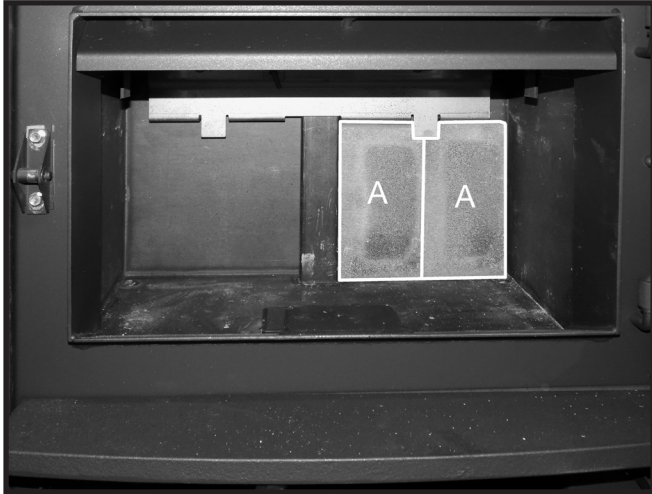
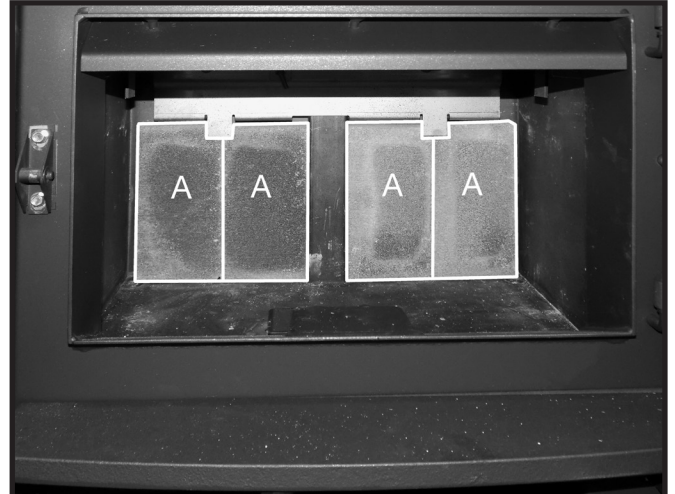

Figure 11: Installation des deux briques réfractaires de la paroi arrière.
Figure 12: Les briques réfractaires de la paroi arrière restent en place.
2. Glissez une deuxième brique "A" sous la languette du rail de brique (Figure 11). Répétez les étapes 1 et 2 pour l'autre côté (Figure 12).